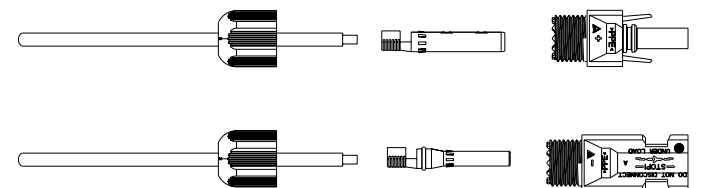

Figura 5-6
- 3) Smontare il connettore nel sacchetto accessorio, come mostrato nella figura 5-6: